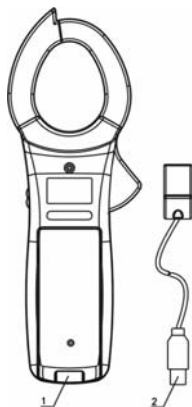

Figura 2
B. Estrutura da parte de trás e base do medidor (veja figura 2)